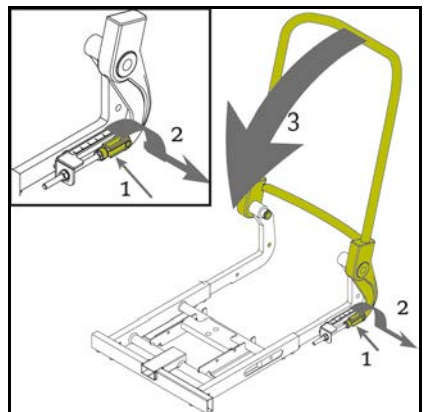

Figure 3.6
1. Dégager l'agrafe de sûreté de la tige de réglage (fig. 3.6).
2. Retirer la goupille de sécurité de la charnière (fig. 3.6).
3. Rabattre le cadre du dossier (fig. 3.6).